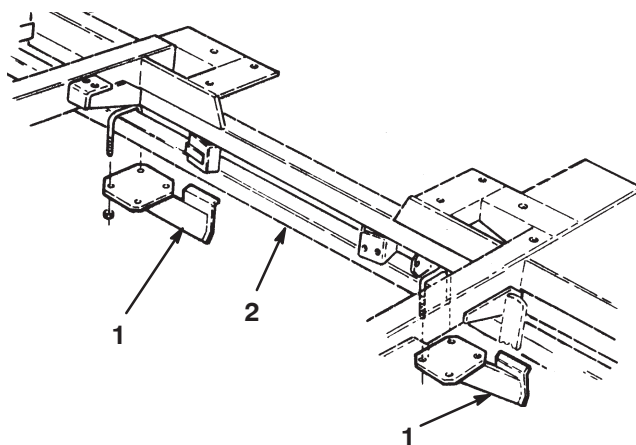

Figura 8
2. Fixe, sem apertar, um amortecedor de cilindro de cada lado do tubo do chassis, como mostra a Figura 8, com cavilhas em U e porcas de bloqueio.